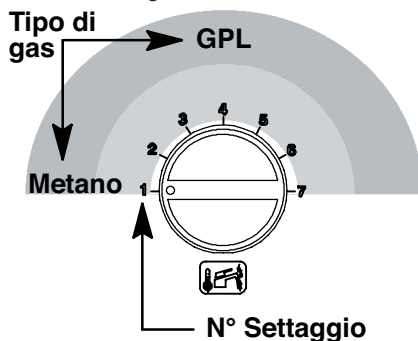

Fig. 8.6
- Per cambiare il settaggio ruotare la manopola regolazione temperatura sanitaria 3 e posizionarla sulla posizione prescelta, vedi anche Fig. 8.6.